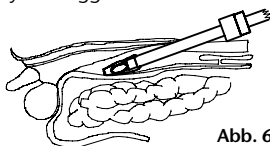

Abb. 6
2. Versehen Sie das distale Ende des Ballonsystems ggf. mit einem sterilen Gleitmittel und führen es durch einen bestehenden extraperitonealen Arbeitsraum ein. Achten Sie bitte während des Einführens des Ballonsystems wie auch im Verlauf des Eingriffs sorgfältig darauf, dass der Ballon nicht durch andere Instrumente beschädigt wird. (Abb. 6)